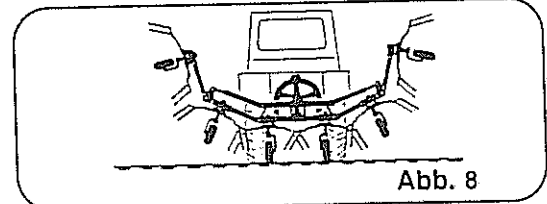

Abb. 8
4. Ölrückfluß mit Steuergerät freigeben, Maschine schwenkt automatisch in Arbeitsstellung (Abb. 8, 9).